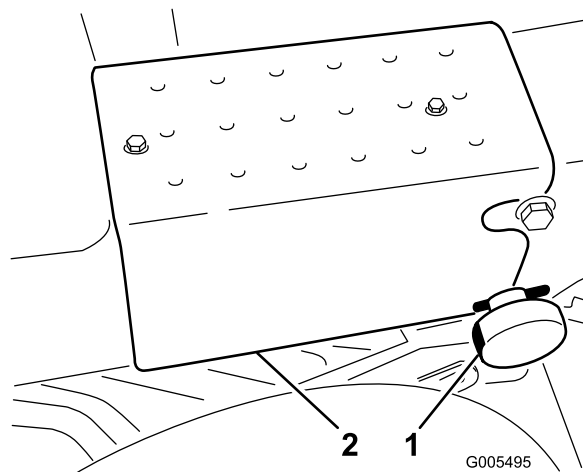

Bild 7
5. Drehen Sie den Lenkarm in die aufgerichtete Betriebsstellung (Kerben). Befestigen Sie ihn mit einem Arretierhandrad und einem Splint (Bild 7).
6. Montieren Sie die rechte Trittplatte mit den zwei Blechschauben am Rahmen (Bild 7).